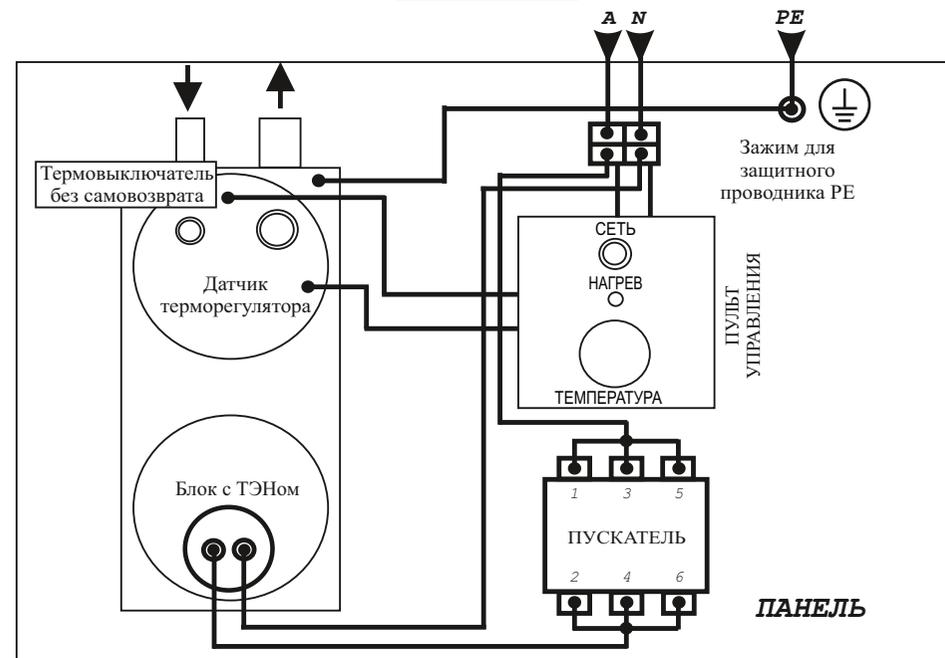

Рисунок 4. Электрическая схема подключения
- отсутствии повреждений видимой части изоляции электропроводки и защитного проводника PE (см. Рис. 4, 5, 6, 7);